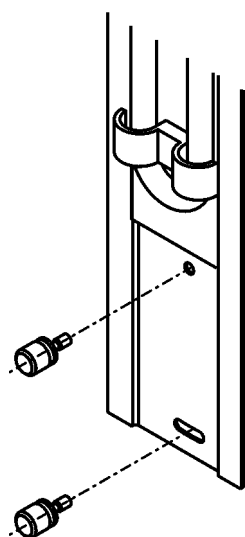

Рисунок 8
2.2.7 Закрепить стойку с мановакуумметром на измерительном блоке при помощи двух винтов (рисунок 8).